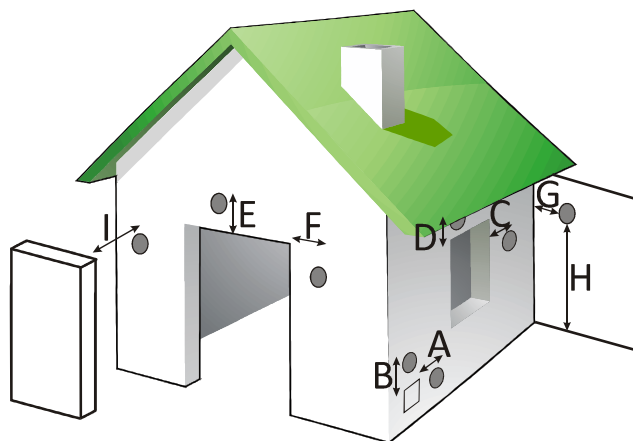

Figura 6
- 4.21.** Confirme os espaços entre a estufa, o combustível e qualquer tipo de material inflamável, confirme na *figura 6, 7, 8 e 9.*